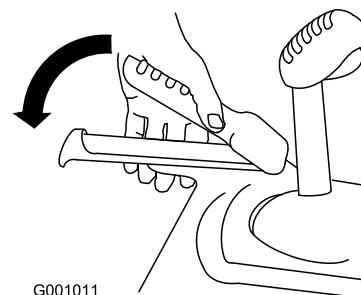

Figura 23
1. Per innestare la trazione, premete la leva sinistra (della trazione) contro l'impugnatura (**Figura 23**).